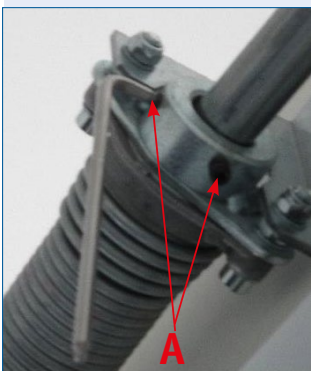

Abb. 353
- a. Ziehen Sie die Setzschrauben (A) fest, um die Welle zu fixieren (Abb. 353). Rollen Sie die Seile wie beschrieben straff auf die Seilrollen. Fixieren Sie diese bündig an den Konsolenlagern auf der Federwelle. Ziehen Sie die Setzschrauben der Seiltrommeln fest an.